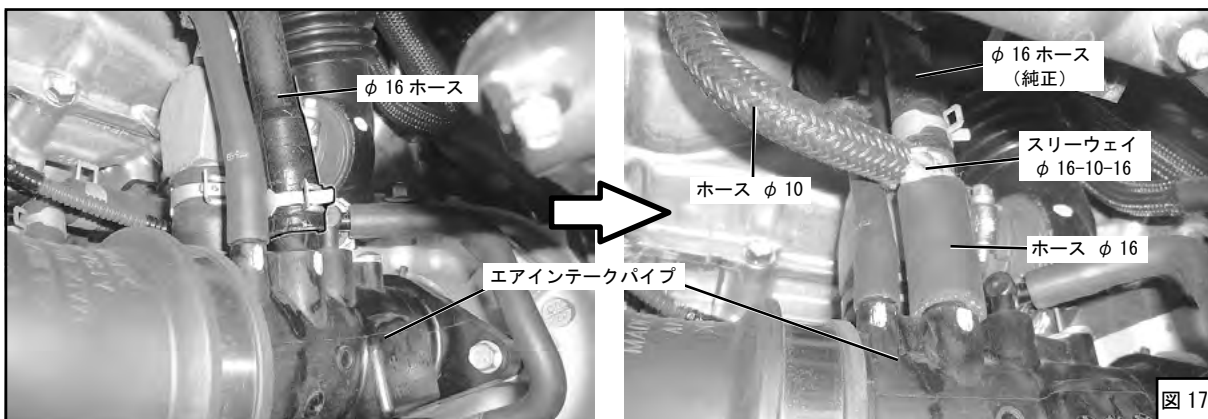

図 17
(3) エアインテークパイプのφ 16 ホースを抜き、図 17 のように配管してください。(図 17)